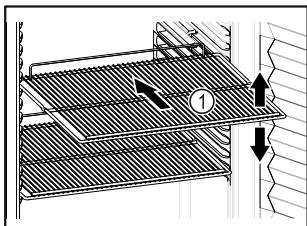

Fig. 61 Beispielhafte Darstellung
- Wenn Abstellroste Fig. 61 (1) versetzbare sind, je nach Höhe anpassen.